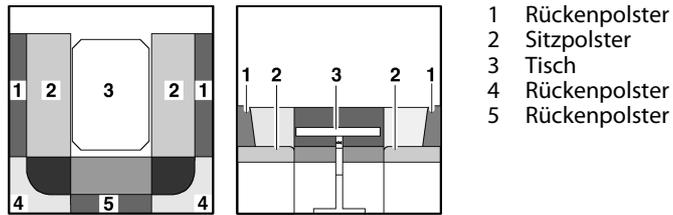

Bild 128 Vor dem Umbau
- Tisch (Bild 128,3) zum Bettunterbau umbauen (siehe Abschnitt 7.8).